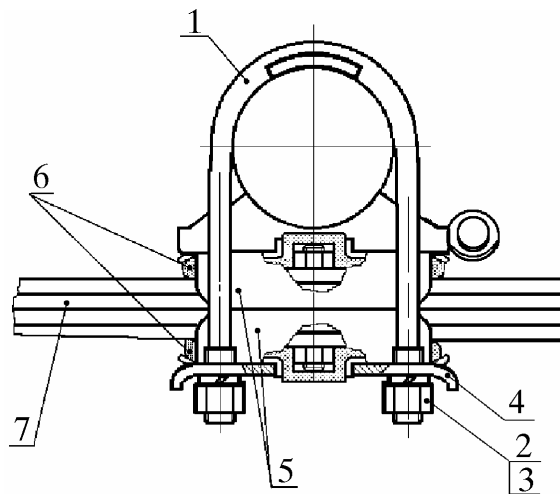

Рис. 10. Снятие стремянок рессор:
4.13. **Снять стремянки 1** (рис. 10)